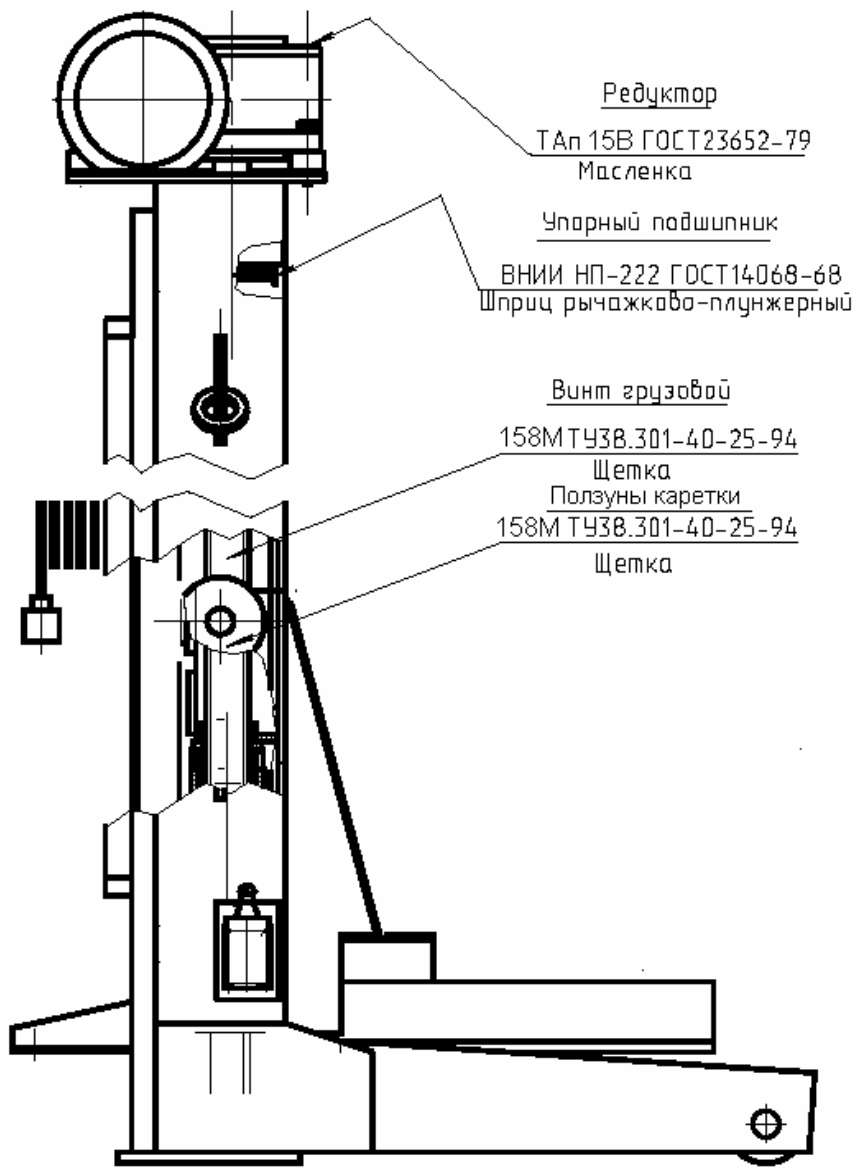

Рис. 6. Карта смазки стойки подъемника ПП-15
6.2.2 Для ревизии состояния смазки трущихся деталей (см. карту смазки на Рис. 6), в каждой стойке необходимо:
- произвести смазку стоек подъемника в соответствии с картой смазки (см. Рис. 6).